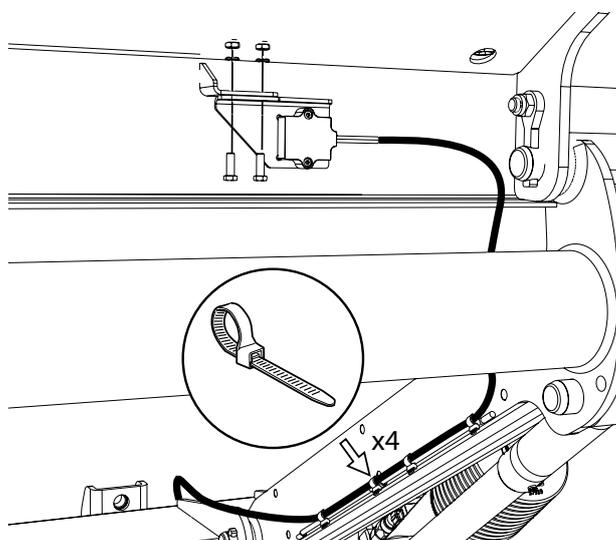

Figura 55. Montaje del inclinómetro
1. Montar el inclinómetro en la plataforma, utilizar los tornillos, las tuercas y las arandelas proporcionados y sujetar el cable con bridas, véase Figura 55.